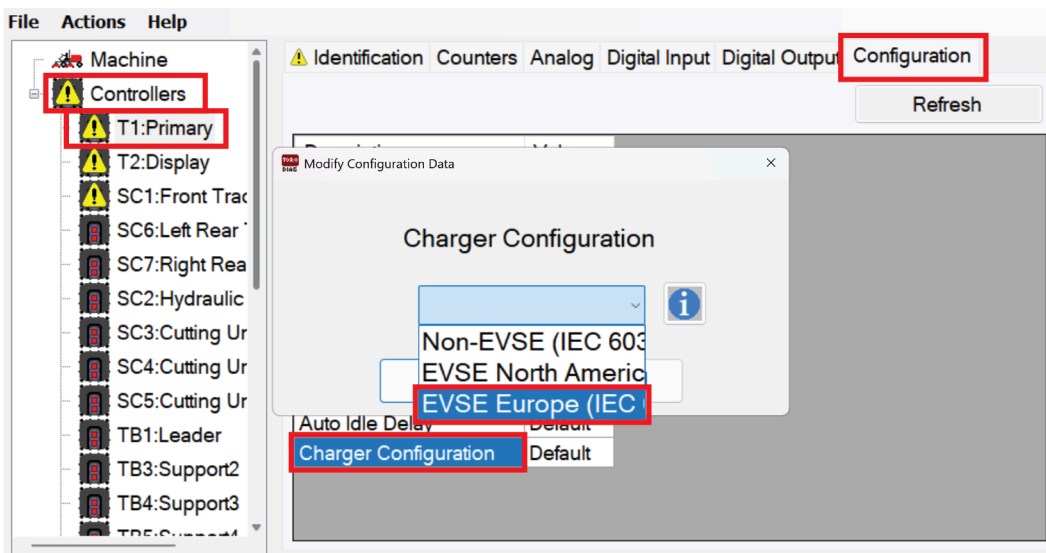

Figure 5
5. La fenêtre **Charger Configuration** s'affiche . Sélectionnez l'option **EVSE Europe (IEC 61851)** (Figure 5).